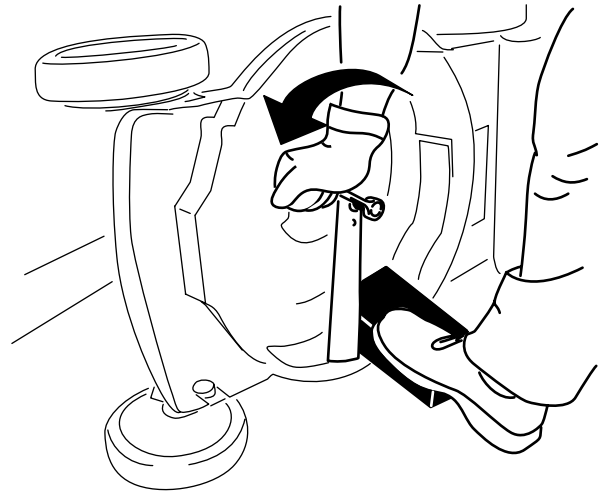

Figure 15
2. Immobilisez la lame avec un morceau de bois (Figure 15).
3. Retirez le boulon de lame et la lame; conservez le boulon de lame (Figure 15).